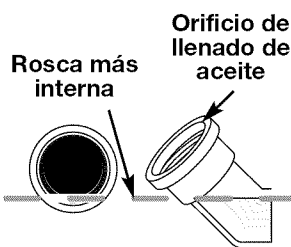

Fig. 17
5. La mirada en el petróleo llena hoyo, utiliza una linterna si necesitado. El petróleo debe estar tocando apenas las interiores la mayoría de los hilos (Fig. 17).
6. Si el nivel de aceite no está tocando la rosca más interna del agujero de llenar aceite, añada una pequeña cantidad al agujero de llenar aceite y vuelva a comprobar (Fig. 17). Repita este procedimiento hasta que el nivel de aceite alcance la rosca más interna del agujero de llenar aceite.
aproximadamente en la parte superior de la etiqueta de la botella (Fig. 20). Mida el nivel con la varilla de medición. Si el nivel está bajo, agregue una pequeña cantidad de aceite y vuelva a medir (Fig. 17). No lo llene demasiado.